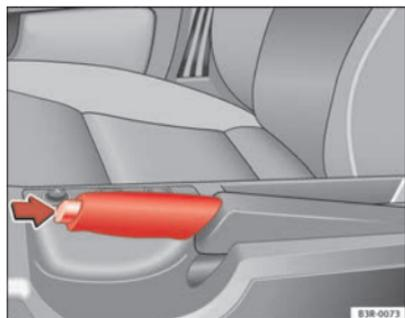

Fig. 138 Détail de la console centrale : Frein à main serré
- Tirez quelque peu le levier de frein à main vers le haut en appuyant sur le bouton de verrouillage ⇒ fig. 138 -flèche-.